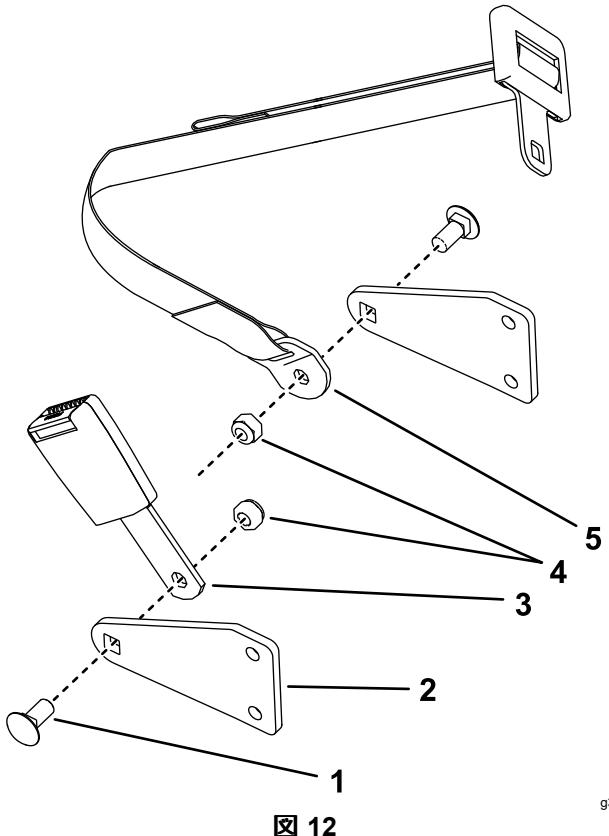

図 12
1. シートベルト ブラケットの内側にシートベルト バックルと リングを取り付ける キャリッジねじ7/16 x 1"2 本とロックナット7/16"2 個を使用して図 12 のように取り付ける。